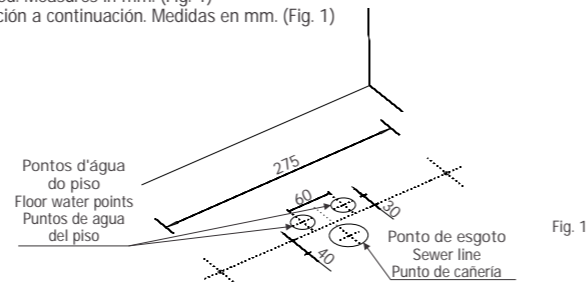
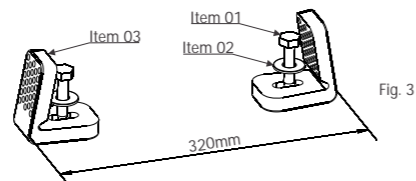

Fig. 1
Fig. 3
Para uma perfeita instalação do produto, respeitar rigorosamente as medidas de instalação abaixo. Medidas em mm. (Fig. 1).
For a product set perfect installation, the following measures must be rigorously observed. Measures in mm. (Fig. 1)
Para la perfecta instalación del producto, respete rigurosamente las medidas de instalación a continuación. Medidas en mm. (Fig. 1)
- 3** Marcar no piso a posição dos furos de fixação (Fig. 1), furar o local demarcado com uma broca de 10mm e inserir a bucha S10C (item 7). Ajustar a medida externa dos suportes (item 3) conforme figura 3 e fixá-los definitivamente no piso utilizando as arruelas (item 02) e parafusos (item 01).
Mark the flooring according to the center of the fixing holes (Fig. 1), drill a hole at the demarcated location with a drill bit of 10mm and insert the S10C bushing (item 7). Adjust the external measures of supports (item 3) according to figure 3 and fix it definitely on the floor using the washers (item 02) and the screws (item 01).
Marcar el piso de acuerdo con el centro de los agujeros de fijación (Fig. 1), romper el local señalado con un taladro de 10mm e introducir el buje S10C (item 7). (Fig. 3). Ajustar la medida externa de los soportes (item 03) y fijarlos definitivamente en el piso utilizando las arandelas (item 02) y los tornillos (item 03).